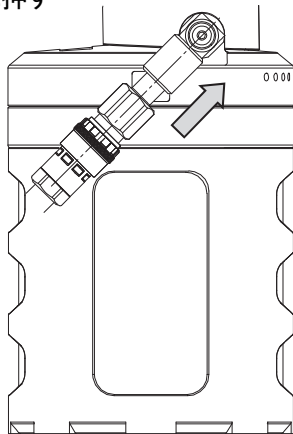

図 4-3
この時の ON-OFF バルブは ON の状態。(P.9 図 4-3 参照)
- ① 圧縮空気を供給する。(ON-OFF バルブを開く)(図 4-3)